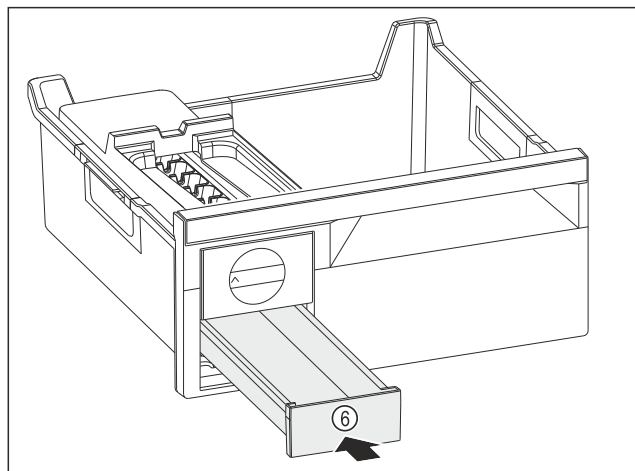

Fig. 82
- ▶ Eiswürfelschubfach Fig. 82 (6) einschieben.